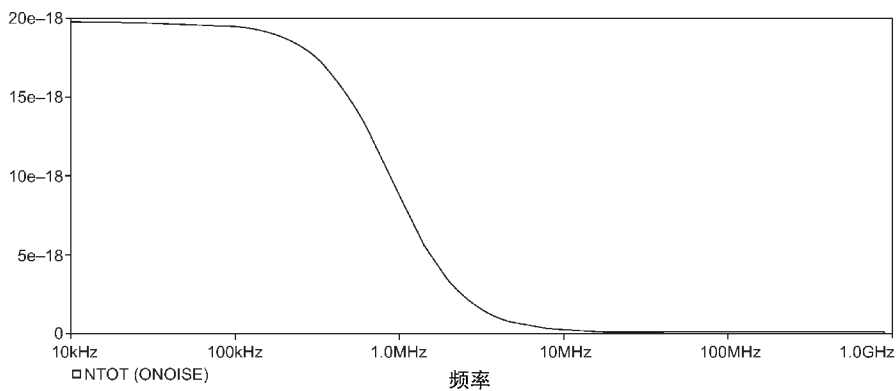

图 14.8 电路的总输出噪声波形
10. 如图 14.8 所示，在图形显示窗口中添加电路的总输出噪声曲线 NTOT (ONoise)，单位为 V^2/Hz 。